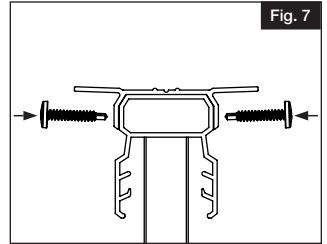

Fig. 7
- b. Using #8 square drive screws provided, and secure the adapter to the rail (Fig. 7). Screws must be used 1" from each bracket on both sides of the rail and on both ends of the rail section. Pre-drill using  $\frac{1}{8}$ " bit for best results.
- b. Utiliser les vis à tête carrées n°8 fournies, et fixer l'adaptateur à la rampe (Fig. 7). Les vis doivent être utilisées à 1" de chaque support sur les deux côtés de la rampe et sur les deux extrémités de la section de la rampe : Percer à l'aide d'un bout de 1/8" pour de meilleurs résultats.
- b. Con los tornillos cuadrados #8 que se suministran, fijar el adaptador al travesaño (Fig. 7). Se deben usar tornillos a 1" (2,54 cm) de cada soporte en ambos lados del travesaño y en ambos extremos del tramo de barandal. Perforar con una broca de  $\frac{1}{8}$ " para obtener un mejor resultado.